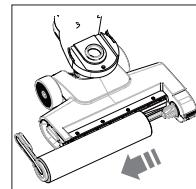

Fig. 14 – Retirer le rouleau en microfibres
- ▶ Tirez la languette de verrouillage du rouleau en microfibres vers la gauche et retirez le rouleau en microfibres (**voir Fig. 14**).